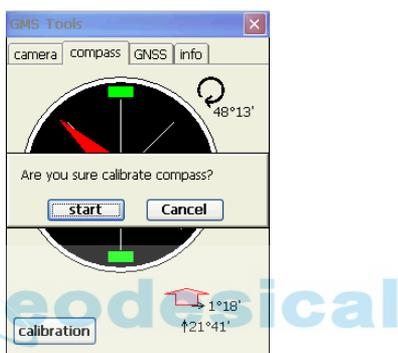

Figura A-10. Inicio de la Calibración de la Brújula
2. Coloque la unidad en sentido horizontal en una superficie plana y haga clic en **Start** en la confirmación (Figura A-10).